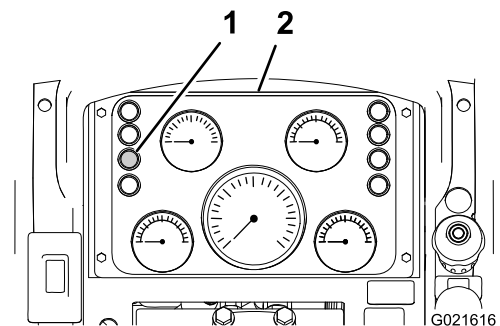

Figura 48
2. Compruebe el indicador del limpiador de aire obstruido en el cuadro de instrumentos (Figura 48).